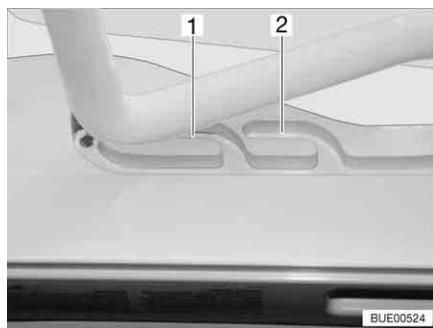

Bild 21 Kipp-Dachhaube in Lüftungsstellung
Lüftungsstellung Die Kipp-Dachhaube kann in zwei Lüftungsstellungen gebracht werden: Schlechtwetterstellung (Bild 21,1) und Mittelstellung (Bild 21,2).
- Den Bügel leicht nach oben drücken und in die gewählte Führung (Bild 21,1 oder 2) schieben.